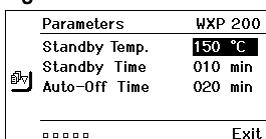

Fig. 13
- Confermare la selezione con il tasto di immissione (6). La visualizzazione passerà alla modalità di selezione/immissione (vedere Fig. 13).
- Effettuare l'impostazione tramite il pulsante con rotella (5).
- Confermare l'impostazione con il tasto di immissione (6). L'impostazione verrà acquisita ed il menu Parametri verrà visualizzato.
- Selezionare una nuova voce di menu tramite il pulsante con rotella (5) ed impostare il valore desiderato (vedere Punto 3.-5).